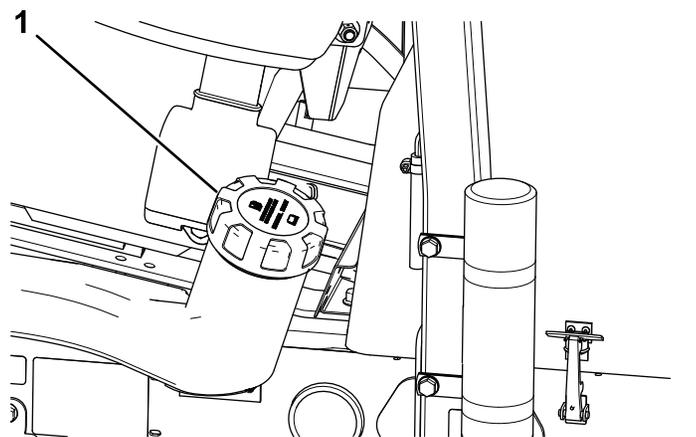

図 39
1. 燃料タンクのキャップ 図 39 の周囲をきれいに拭く。